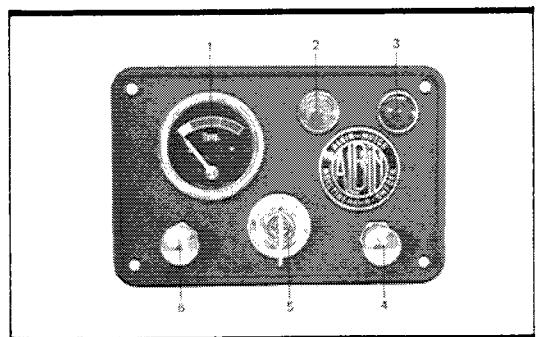
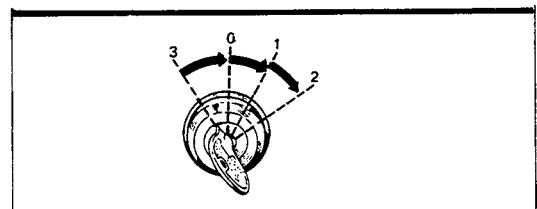

Fig. 5 Instrumenttavla
Fig. 6 Start- och tändningsnyckel
- 2 Vrid startnyckeln medurs till läge 1 (se fig 6) och kontrollera att varningslamporna för oljetryck och laddning lyser (se fig 5 pos 2 och 3).
- 3 Tryck in nyckeln och vrid medurs tills startmotorn kopplas in (se fig 6 läge 2). Håll nyckeln kvar i detta läge tills motorn startat och
På elstartad motor kontrolleras att varningslamporna för lågt oljetryck och laddningsfel ej lyser (gul respektive röd lampa - se fig 5). Några minuter efter start skall normal driftstemperatur ha uppnåtts (indikering inom gröna fältet på temperaturmätaren).
- 2 Vrid tändningsnyckeln moturs över läge 1 till 0-läget (se fig 6).
OBS! Tändningsnyckeln får ej under någon längre tid (då motorn ej köres) stå i läge 1 (fig 6) – tändspolen kommer då att skadas.